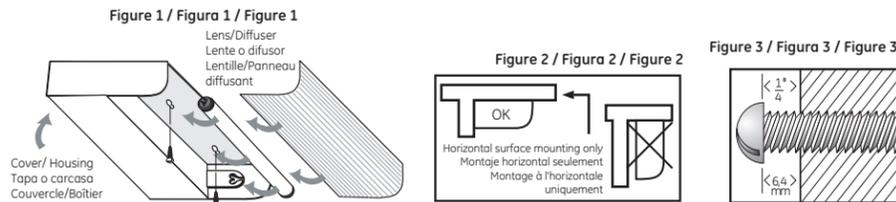

Figure 4 / Figura 4 / Figure 4
9. Align the keyholes in the fixture with the two screws and slide into place. **See Figure 4.**
9. Aligner les encoches dans le luminaire sur les deux vis et glisser ce dernier en place. **Voir la figure 4.**